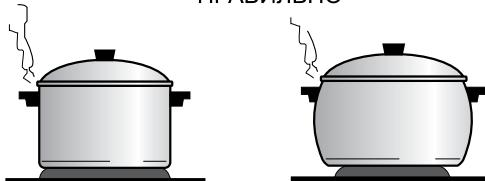

Рис. 2
- ЗНАЙТЕ!** Для быстрого приготовления пищи посуда должна иметь плоское дно, хорошо прилегающее к поверхности конфорки. Диаметр посуды должен равняться или быть немного больше диаметра конфорки (рис. 2).